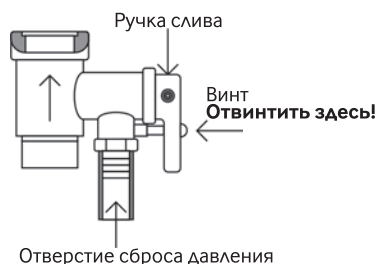

Рисунок 4:
3.2.5 Подсоединение входной трубы к водопроводу осуществляется через предохранительный клапан, который надо установить в рабочее положение, для этого открутите стопорный винт и установите клапан так, чтобы стрелка совпала с ходом воды (рис.4).